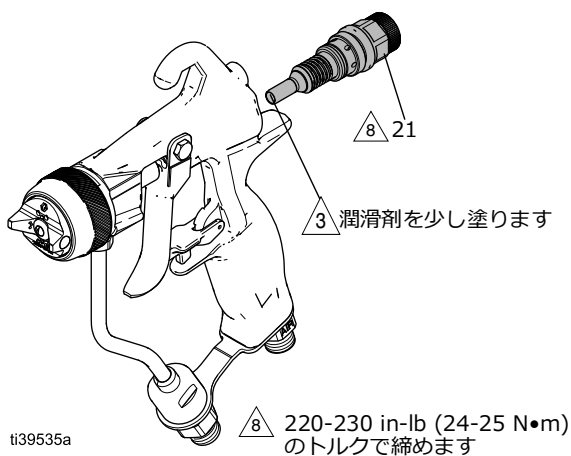

図 43: エアカートリッジの設置
| | | エアカートリッジのハウジングを清掃して下さい | 図 43、30 ページを参照してください。 |
| DD ファン調整ノブ | エアカートリッジが完全にトルクされていません | 220-230 in-lb (24-25 N•m) のトルクで締めます | 図 43、30 |
3. アセンブリ (21) をガンからずらして外します。
5. エアカートリッジチップに潤滑剤を塗り、エアカートリッジアセンブリ (21) をガンの後ろに挿入します。24-25 N•m (220 in-lb) のトルクになるまで締めます。図 43 を参照ください。
7. エアバルブチップ (21a) に潤滑剤を塗り、ガンの後ろに挿入します。24-25 N•m (220-230 in-lb) のトルクになるまで締めます。図 43 を参照ください。
2. エアカートリッジアセンブリ (21) をガン工具 (29) で緩めて、ガンの後ろから取り外します。
3. エアカートリッジアセンブリ (21) をガンから押し出します。図 43 を参照ください。
7. エアバルブ (21a) に潤滑剤を塗り、エアカートリッジアセンブリ (21) をガンの後ろに設置します。24-25 N•m (220-230 in-lb) のトルクになるまで締めます。図 43 を参照ください。